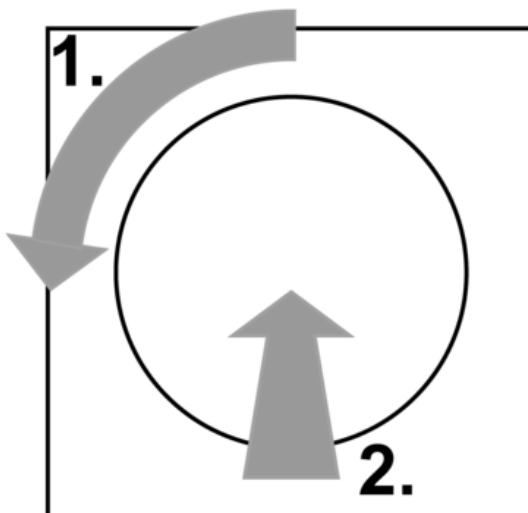

Рис.2: минимальная яркость
- Поверните ручку регулировки на четверть оборота против направления движения часовой стрелки и нажмите на неё (рис.2).